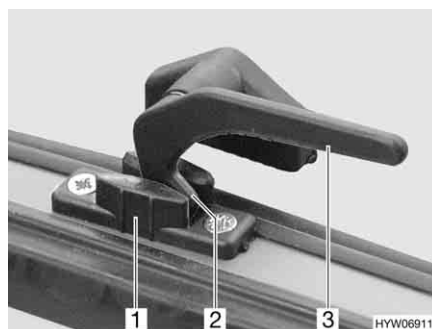

Bild 50 Låsarm i läget "kontinuerlig vädring"
- I läget "kontinuerlig vädring" (Bild 50)
- Sväng låsarmen (Bild 50,3) ett kvarts varv mot fönstrets mitt.
- Sväng låsarmen ett kvarts varv mot fönsterkarmen. Därvid måste låspaken (Bild 50,2) föras in i spåret på fönsterlåset (Bild 50,1).